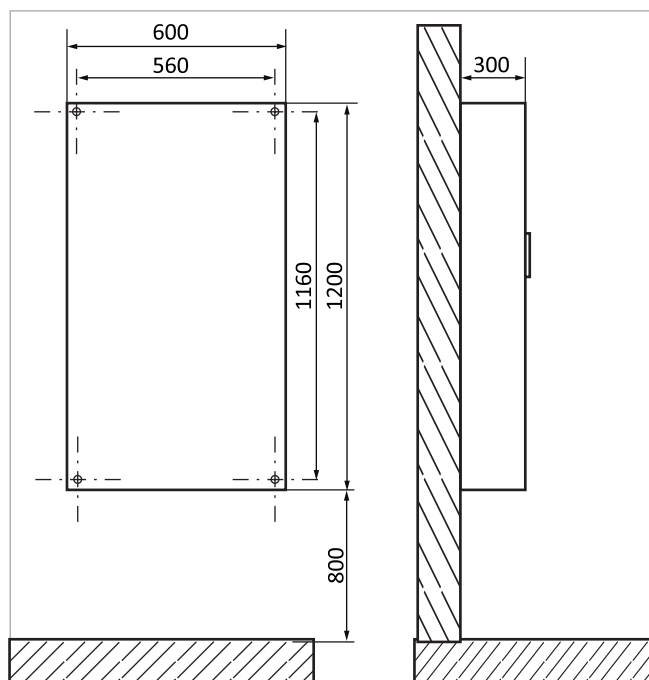

Abb. 3: Anlagenschränk montiert
2. Stellen Sie Montage-Bohrungen mit 10 mm Durchmesser für einen Einbau her, siehe → Abb. 3.